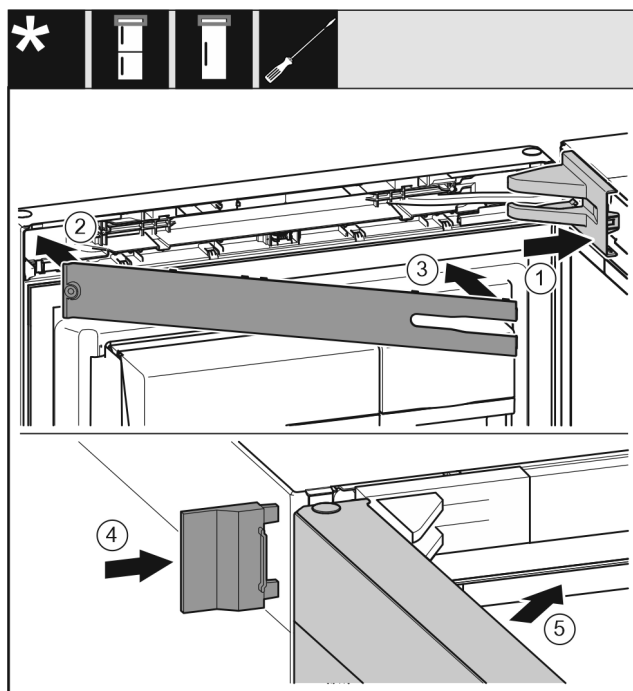

Fig. 31
- ▶ Așezați capacul suportului de lagăr Fig. 31 (1) și fixați în poziție, după caz, despărțiți cu precauție prin apăsare.
- ▶ Aplicați masca Fig. 31 (2).
- ▶ Mască Fig. 31 (3)
- ▶ Montați capacul exterior Fig. 31 (4).
- ▶ Închideți ușa superioară Fig. 31 (5).